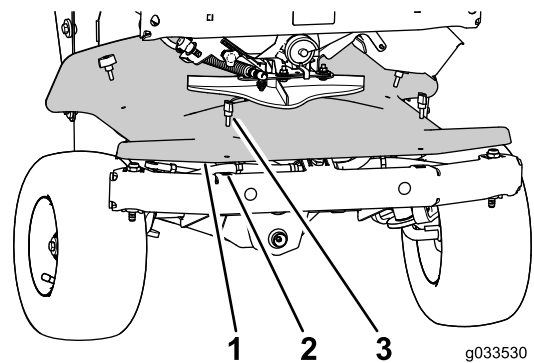

Figura 82
- A. Retire los cuatro tornillos de orejeta que sujetan la tapa delantera (debajo del impulsor) al chasis y retire la tapa (Figura 82).